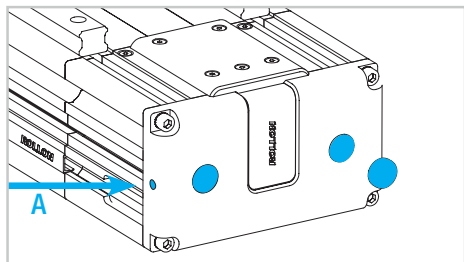

Fig. 9
- 10) Rimuovere i tappi di protezione sulle viti di fissaggio e allentare le viti corrispondenti alla lettera A (Fig. 9).